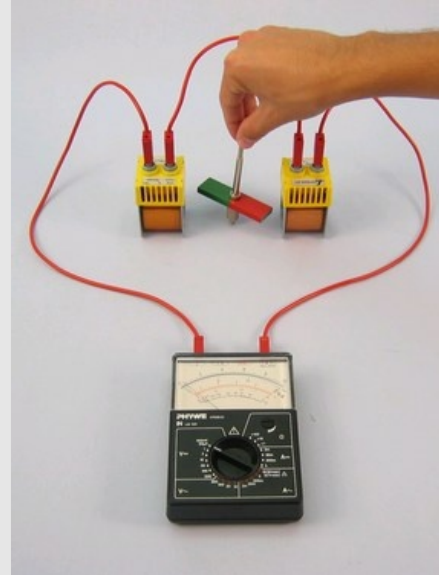

Figura 2
- Colocar el imán entre las dos bobinas de forma que los polos estén a 1 cm aproximadamente de las bobinas. Véase la figura 2.